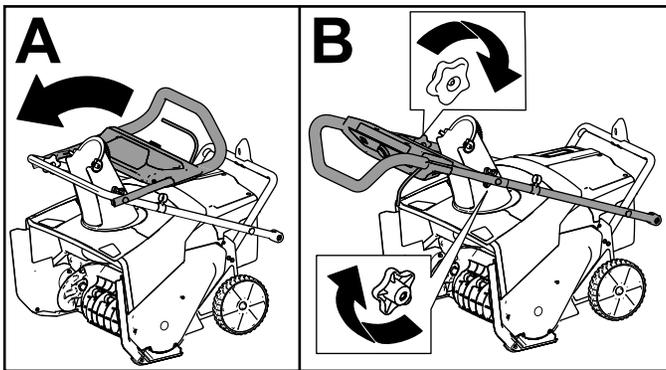

Figura 3
2. Aprite la stegola superiore e lasciate che le manopole della stegola superiore scattino in posizione (A della Figura 3).
3. Serrate le manopole della stegola (B della Figura 3).